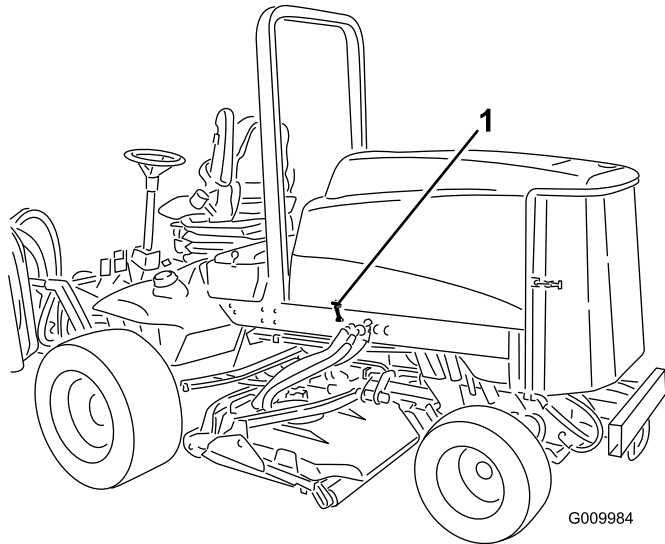

Figura 16
1. Desenganche los cierres del capó (Figura 16) y abra el capó.